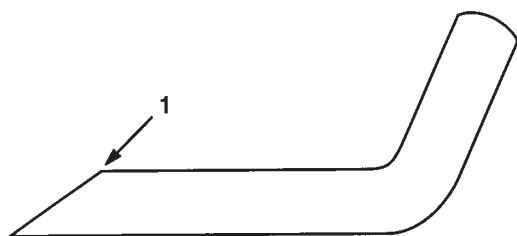

Fig. 20
3. Undersøg alle knivenes skær. Hvis skærene er sløve eller har ujævnheder, skal de slibes. Kun den øverste del af skæret skal slibes og den oprindelige vinkel af knivens skær skal opretholdes for at sikre, at kniven bliver skarp (fig. 20). Kniven vil blive ved at være afbalanceret, hvis der fjernes lige meget metal fra begge skær.